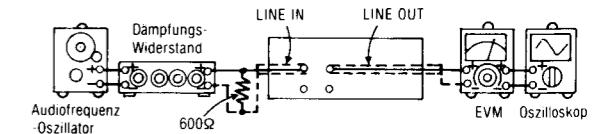

Abb. 7
1. Der Testaufbau ist in Abb. 7 gezeigt.
6. Falls sie nicht dem Standard-Wert entspricht, ist der Drehwiderstand 101 (linker Kanal) {Drehwiderstand 102 (rechter Kanal)} zu justieren, und dann sind die Schritte (2), (3) und (4) zu wiederholen, bis die Ausgangsleistung dem Standard-Wert entspricht.